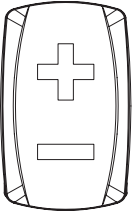

РИС. 23
- **СТАНДАРТНЫЙ ДЖОЙСТИК:** Переведите рычаг управления гидравлическими выходами (РИС. 23 - Сс. 1) в центральное положение.
- **МНОГОФУНКЦИОНАЛЬНЫЙ ДЖОЙСТИК:** Переведите желтый курок (РИС. 23 - Сс. 2) в поз. "Центр".
- 4) Переведите ручку акселератора (РИС. 23 - Сс. 3) на минимум: Поз. "Черепашка".
- 5) Поверните ключ (РИС. 23 - Сс. 4) в Поз. "1" для запуска машины.